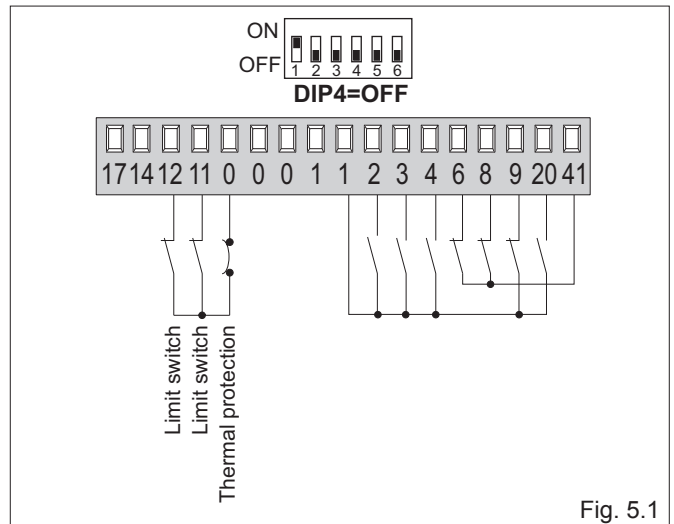

Fig. 5.1
- (Fig. 5.1) relier les contacts N.C. des fins de course d'ouverture et de fermeture aux connecteurs faston 0-11-12.